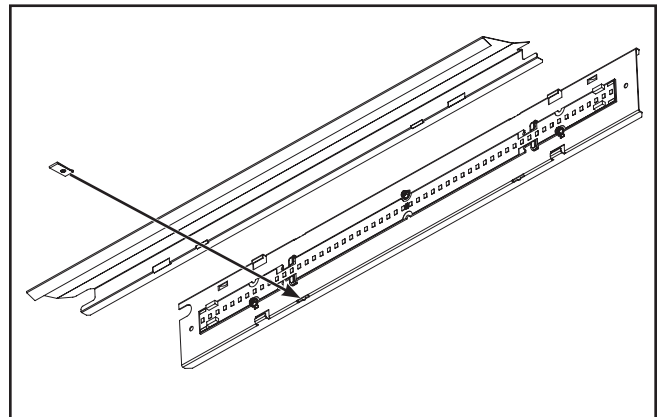

Figure 2.
2. Localisez et serrez les réflecteurs sur le couvercle du canal en utilisant les attaches fournies (4 attaches par section de 2 pi, 6 attaches par section de 4 pi). (Figure 2.)